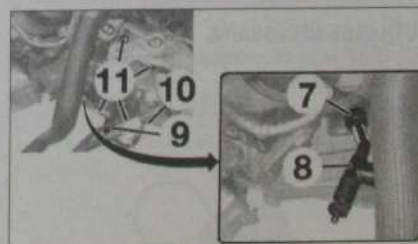

Fig. 14
- l'agrafe (7) (Fig.14),
- le raccord purgeur (8).
- Débrancher le connecteur (9).
- Dégrafer et écarter le faisceau électrique (10).
- les 4 vis (11),